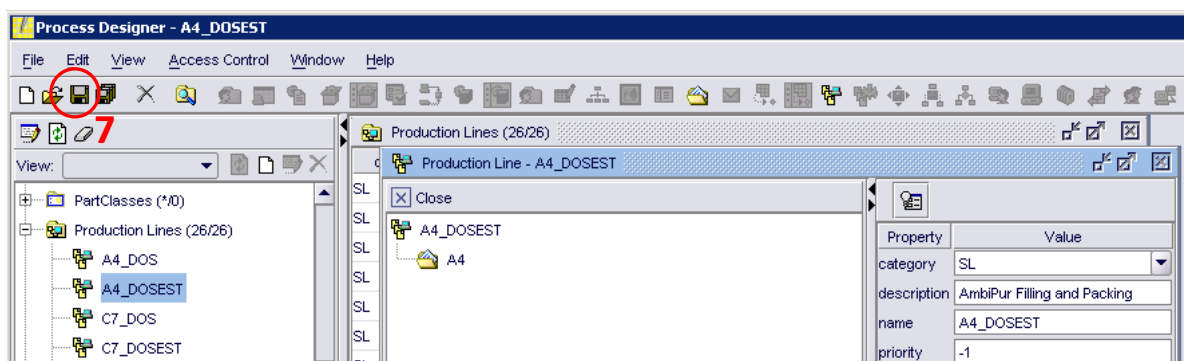

Imagen 59
7. - Finalmente, guardar los cambios efectuados haciendo clic en el icono de guardar en del Process Designer y salir (Imagen 59).